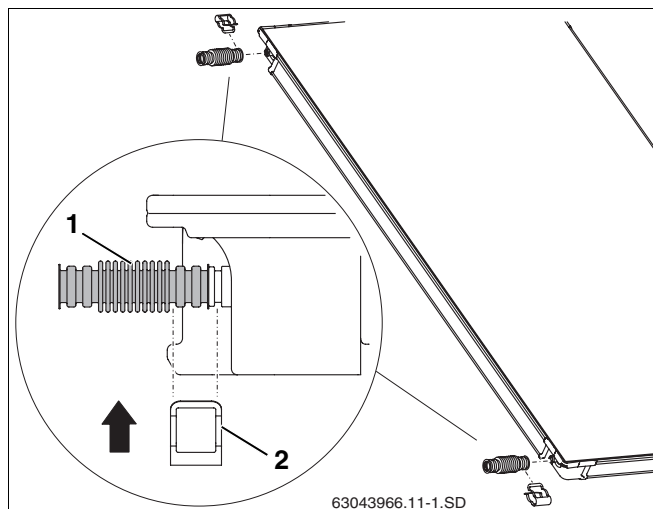

Fig. 45 Montaggio del raccordo per tubo ondulato sul primo collettore
- Applicare i raccordi per tubo ondulato (fig. 45, **pos. 1**) sugli attacchi di sinistra del primo collettore.
- Far scorrere la graffa (fig. 45, **pos. 2**), prevista per la messa in sicurezza dell'attacco, sul raccordo per tubo ondulato fino all'attacco del collettore.